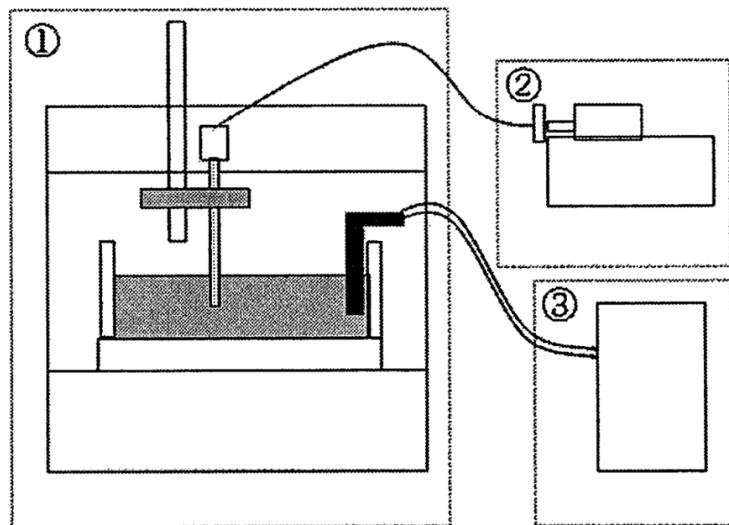

図 2.13 3D 食用ゲルジェットプリンタの模式図
13 この研究で使用するゲルプリンタは図2.13のように、①搬送系、②液送系、③冷却系の、三つ